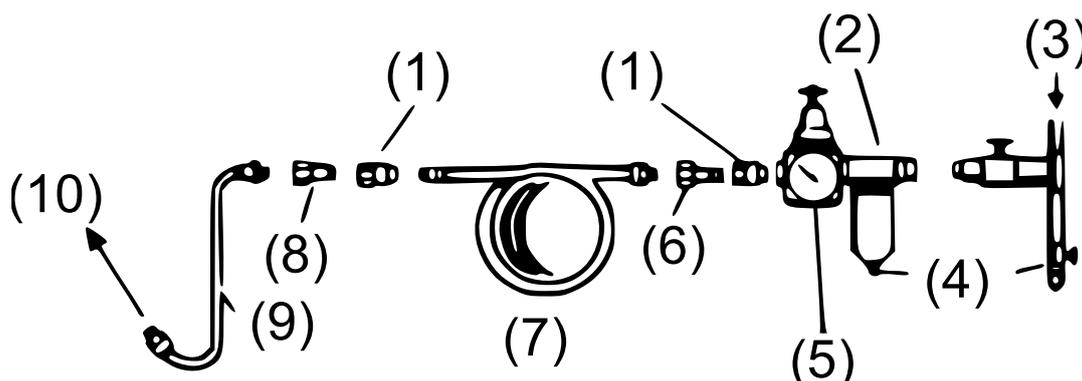

Figure 1
- Si possible, le compresseur doit être placé dans une pièce séparée, en gardant la ligne de raccordement aussi courte que possible. Le compresseur doit être équipé d'un filtre à air et d'un séparateur d'eau (voir fig. 1).
- La procédure de raccordement recommandée est illustrée dans la fig. 1.